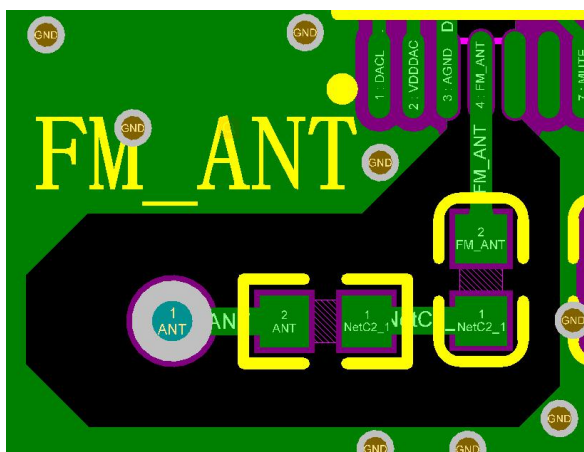

图 1-2
- b) 在布局空间限制的情况下，建议 FM 的匹配网络以及天线焊点尽量靠近芯片引脚，并且用地来包围住以避免其他信号干扰，如图 1-2: